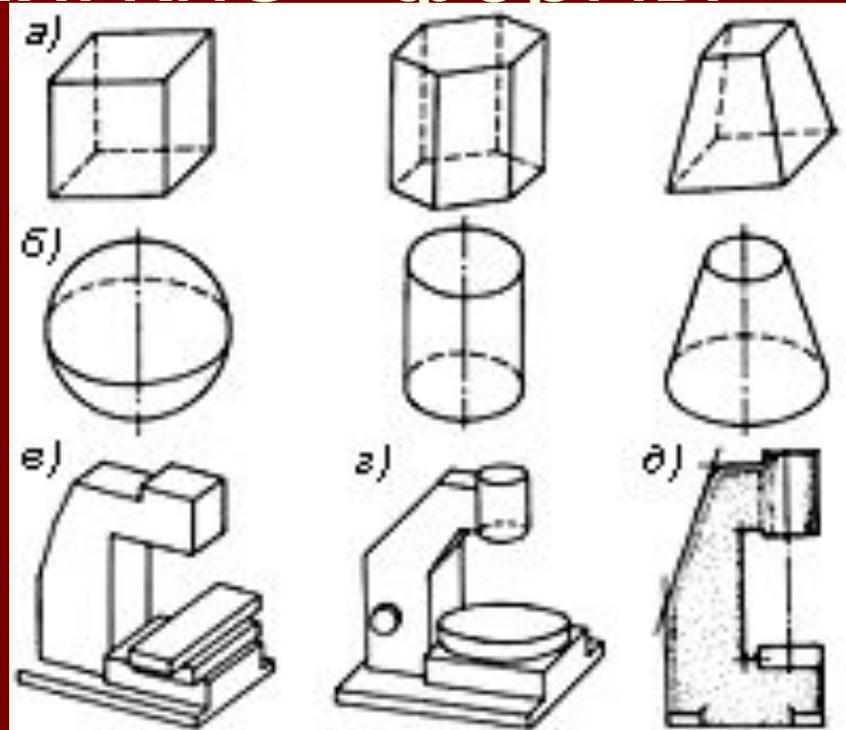

Рис. 3. Геометрические пространственные формы:
- Пространственные формы подразделяются на «жесткие» и «мягкие». Многогранники (куб, призма, пирамида) создают «жесткие» формы, а тела вращения (цилиндр, конус, шар) — «мягкие». Комбинация «жестких» и «мягких» форм приводит к созданию «смягченных» форм (рис. 3).